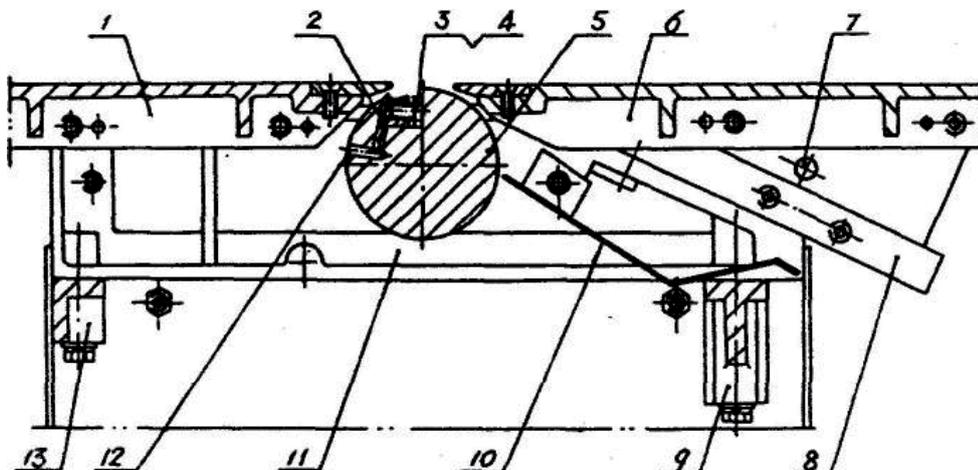

Рис. 5 Стругальний блок
Стругальний блок (Рис. 5)
- Див. Рис. 5. Послабте болт ножа 3, вставте викрутку у отвір 12, витягніть механізм 2 назвні, потім трохи закрутіть болт 3, розмістіть пласку лінійку на середню частину крайової пластини заднього столу 1.
- Поставте упор для фасок з напрямною та з'єднайте напрямну з основою, як зазначено на Рис. 5.